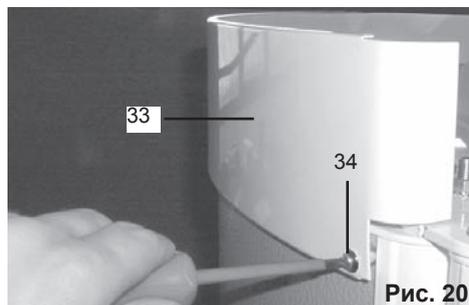

Рис. 20
Установите 3 отделочные панели (33) вокруг верхнего края установки (Рис. 20), используя для этого для каждой панели саморезы (34) с внешней стороны по бокам и два винта М4 в центре.